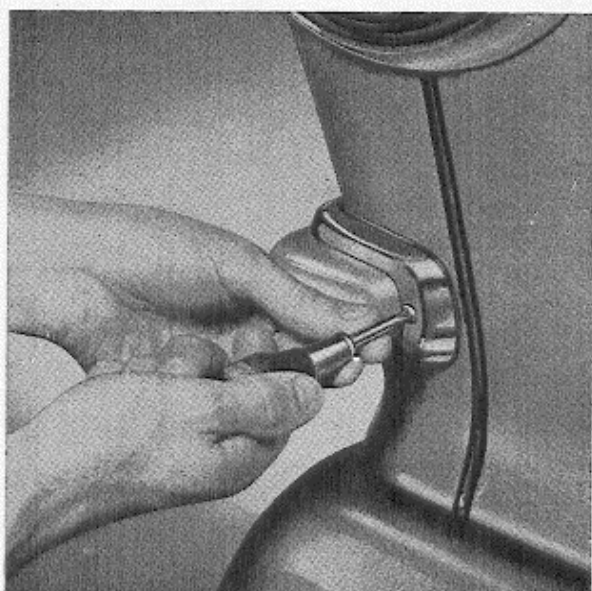

Abb. 89 Lösen der Lampeneinfassung für die Standleuchte
1. Die beiden Schrauben mit einem X-Schraubenzieher lösen und die Lampeneinfassung entfernen, siehe Abb. 89.